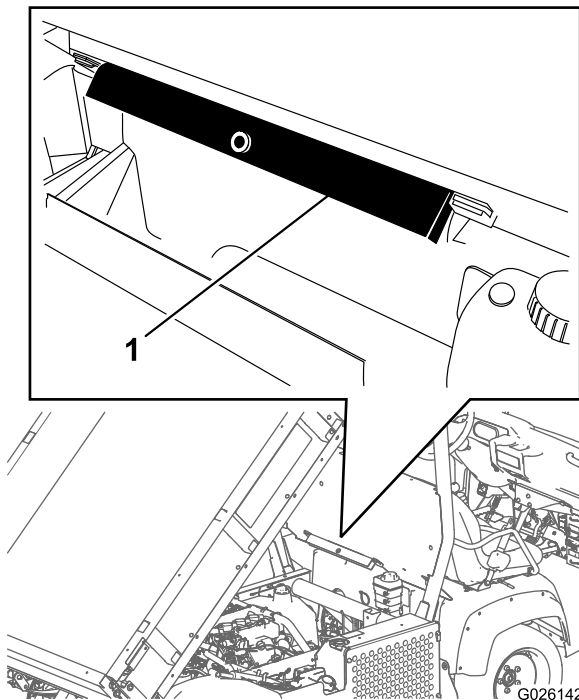

Bild 31
2. Nehmen Sie die Pritschenstütze aus den Einlagerungshalterungen hinten am Überrollschutz (Bild 31).